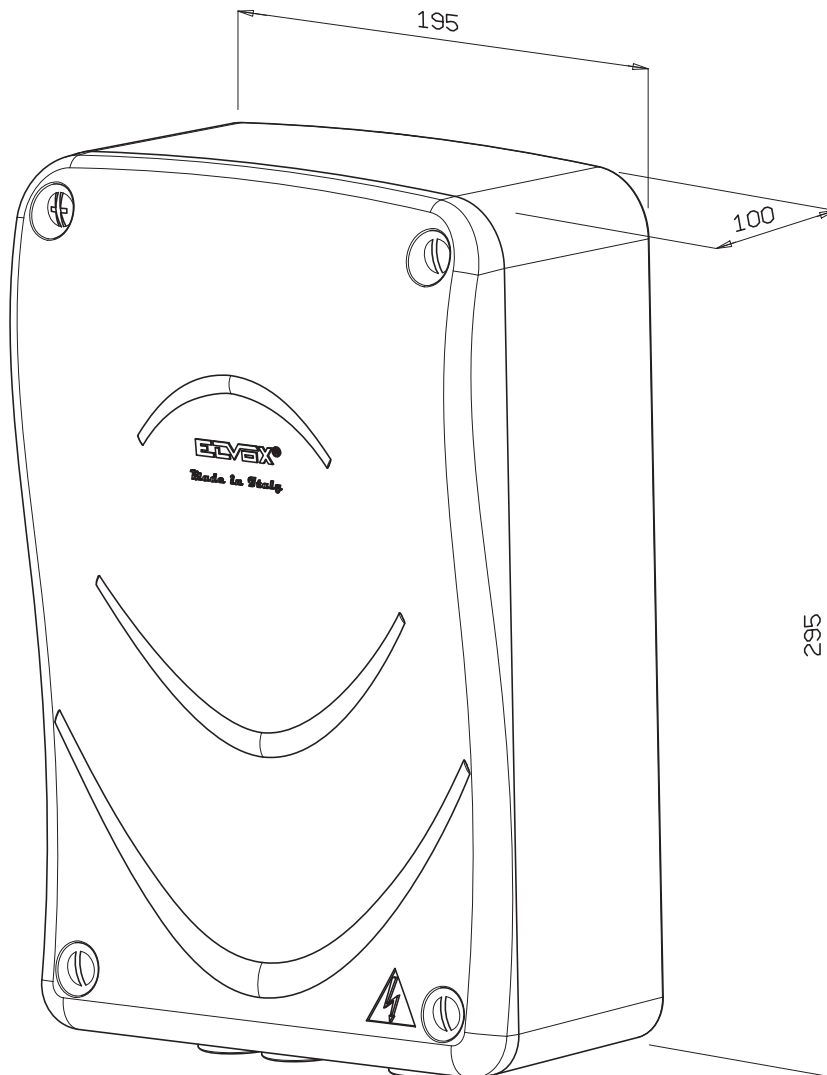

FIG. 1
- 1 - Inserito l'attuatore eseguire i collegamenti seguendo le operazioni riportate nella centralina ECA7 (Fig. 1).